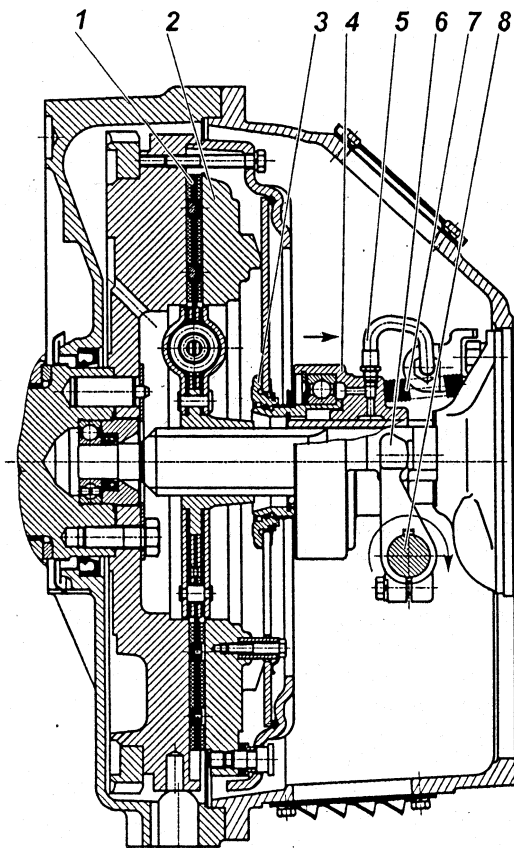
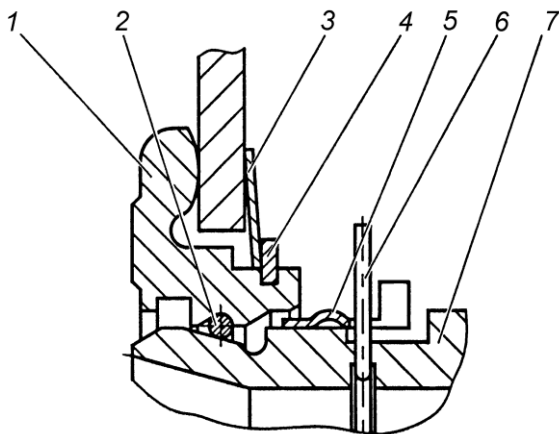

Рис. 91. Сцепление:
Рис. 93. Запорное устройство:
Диафрагменное сцепление (рис. 91) состоит из ведущих и ведомых частей, а также деталей механизма выключения сцепления, устанавливаемых в картер сцепления.
Механизм выключения сцепления состоит из муфты 4 (рис. 91) с подшипником, вилки 6 и валика 8. Муфта соединена через упорное кольцо 3 с диафрагменной пружиной с помощью запорного устройства.
Оттяжная пружина 7 (рис. 91) исключает проворот и осевые перемещения втулки 7 (рис. 93) относительно упорного кольца 1 (рис. 93). По мере износа фрикционных накладок муфта выключения сцепления 4 (рис. 91) перемещается вместе с пружиной в сторону маховика, при этом конструкция привода выключения сцепления автомобиля или другого транспортного средства обеспечивает поворот вилки 6 (рис. 91) по часовой стрелке после выбора зазора между лапками вилки и муфтой за счет периодической регулировки привода или постепенный поворот за счет конструкции гидропривода.
Конструкция запорного устройства показана на рис. 93. Она включает в себя упорное кольцо 1, втулку подшипника муфты 7 с фасонной канавкой, пружинное кольцо 2 круглого сечения, а также замковое кольцо 5. Упорное кольцо 1 устанавливается на диафрагменную пружину при сборке нажимного диска с кожухом и удерживается за счет пружинной шайбы 3 и стопорного кольца 4. На рисунке муфта заперта (соединена) с упорным кольцом. Внутри втулки подшипника муфты 7 установлено предохранительное кольцо 6, имеющее снаружи выступающий ус, препятствующий случайному рассоединению муфты выключения сцепления и упорного кольца 1.
Выключение сцепления обеспечивается поворотом вала по часовой стрелке. Допустимое направление перемещения муфты и поворота вала для выключения сцепления показано на рис. 91 стрелками. Перемещение муфты и поворот вала в обратном направлении не допустимо.
- 5 С помощью специальной оправки сцентрировать кольцо 3 (рис. 91) относительно оси коленчатого вала двигателя.
- 2 Убедиться что муфта выключения сцепления отведена до упора в крышку подшипника первичного вала коробки передач пружинной 7 рис. 91.
- 4 Совместить полукруглый паз на муфте выключения сцепления в передней ее части с выступающим усом предохранительного кольца 6 (рис. 93) и, утопив его каким-либо предметом, удерживать в утопленном положении через центральное отверстие муфты выключения сцепления.